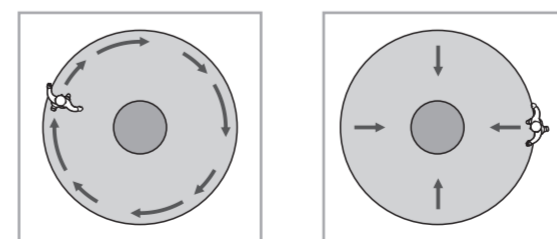

FIG. 19
- 5.3.4 Se déplacer à l'extérieur en traversant ou en allant vers la plage de couverture de détection jusqu'à ce que la LED et la charge s'active pendant 2 sec. (voir FIG. 19).